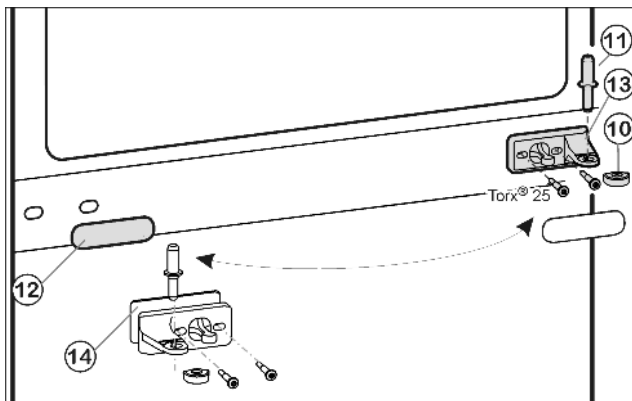
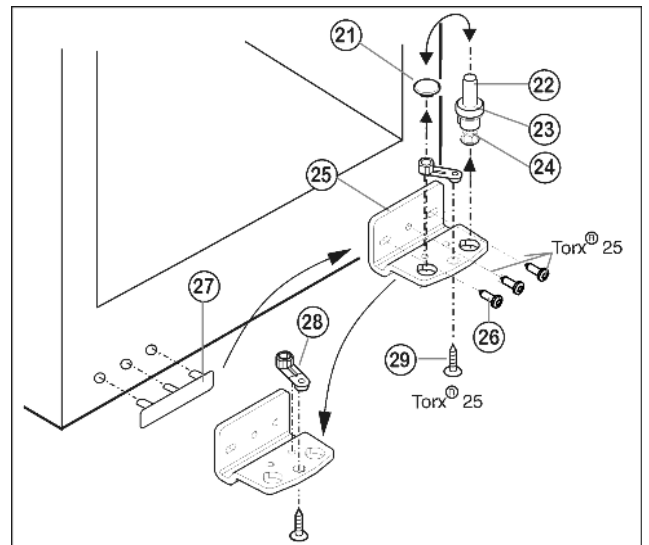

Fig. 9
Fig. 10
- ▶ Húzza ki a középső csapszeget Fig. 9 (11) a csapágybakból és az alsó ajtóból.
- ▶ Húzza le a műanyag sapkát Fig. 9 (10).
- ▶ Csavarozza le a a Fig. 9 (13) középső csapágybakját (2 x Torx® 25).
- ▶ Óvatosan húzza le a takaróelemet Fig. 9 (12).
- ▶ A Fig. 9 (13) középső csapágybakját a Fig. 9 (14) alátétével 180°-kal elfordítva erősen (4 Nm-es nyomatékkal) csavarozza fel az új csuklópánt oldalára.
- ▶ A takaróelemet Fig. 9 (12) 180°-kal elfordítva pattintsa vissza a fogantyú új oldalára.
- ▶ A teljes csapszeget Fig. 10 (22), a alátéttel Fig. 10 (23) és a állítható lábbal Fig. 10 (24) együtt felfele húzza ki.
- ▶ Emelje le a dugót Fig. 10 (21).
- ▶ Csavarozza le Fig. 10 (26) a csapágybakot Fig. 10 (25).
- ▶ Csavarozza le Fig. 10 (29) a csapágyrészt Fig. 10 (28) , helyezze át a csapágybak túloldali felvevő furatába és csavarozza vissza.
- ▶ Óvatosan emelje le a fogantyú oldalán lévő fedelet Fig. 10 (27), és helyezze át az ellenkező oldalra.
- ▶ Csavarozza vissza a csapágybakot Fig. 10 (25) a csuklópánt új oldalán 4 Nm-es nyomatékkal, szükség esetén egy akkus csavarhúzóval.
- ▶ A dugót Fig. 10 (21) helyezze be a másik lyukba.
- ▶ Helyezze be a teljes csapszeget Fig. 10 (22) az alátéttel és az állítható lábban együtt. Ügyeljen közben arra, hogy a bekattanó bütyök hátrafele legyen.
- ▶ Az alsó ajtót felülről helyezze az alsó csapszegre Fig. 10 (22).
- ▶ Helyezze vissza a műanyag sapkát Fig. 9 (10) a középső csapágybakra Fig. 9 (13).
- ▶ Helyezze be az alsó ajtóba a középső csapszeget Fig. 9 (11) a csuklópánt új oldalán, a középső csapágybakon Fig. 9 (13) keresztül.
- ▶ A felső ajtót helyezze a középső csapszegre Fig. 9 (11).
- ▶ Az ajtókat az alsó Fig. 10 (25) és a középső csapágybakban Fig. 9 (13) lévő két hosszított furat felett igazítsa egy vonalba a készülék házzal. Ehhez az alsó csapágybakon Fig. 10 (25) a középső csavart csavarja ki.